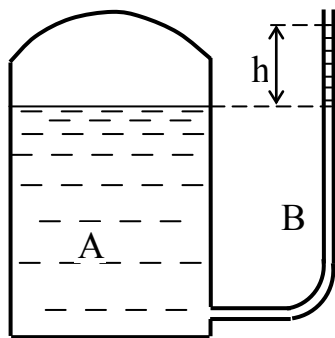

Рисунок 4.5
4.2.5 У бокову стінку ємності А, що наповнена рідиною Р з температурою t , встановлена п'єзометрична трубка В. Визначити абсолютний тиск P_1 на вільній поверхні рідини в ємності, якщо під дією цього тиску рідина в трубці піднялась на висоту h (рис. 4.5).